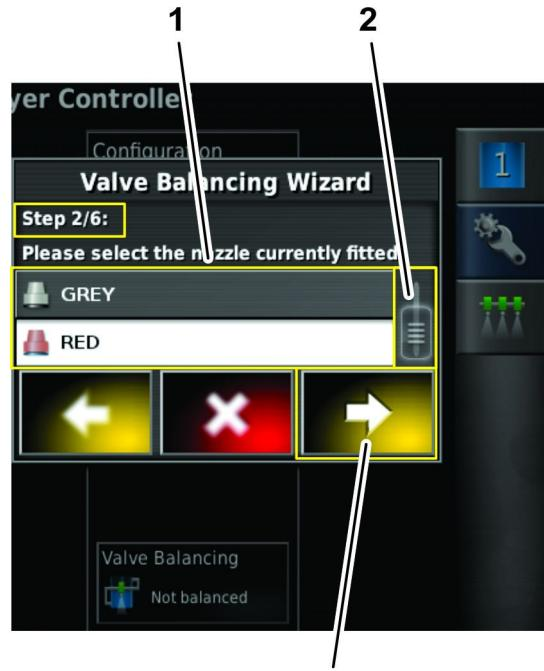

Figure 135
2. À l'étape 2 de l'assistant d'équilibrage des vannes, déplacez la barre de défilement comme nécessaire pour afficher la buse de pulvérisation que vous configurez, puis appuyez sur l'icône de la buse dans la liste déroulante (Figure 135).
3. Appuyez sur l'icône Suivant (Figure 135).